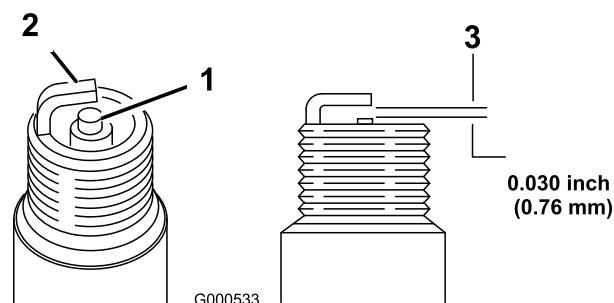

Figura 24
5. Fije la distancia entre los electrodos en 0,76 mm (Figura 24).